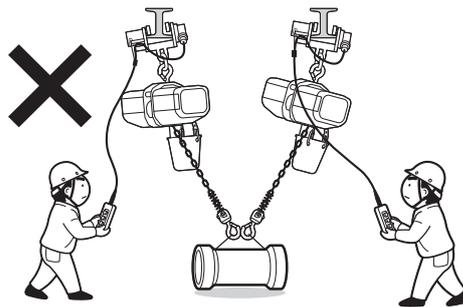

図41
- (1) 据え付けは、専門業者、専門知識のある人以外絶対に行わないでください。
- (2) 斜め引きをしないでください。また、2台の電気チェーンブロックを用いて吊り角度の大きい荷の受け渡しは絶対にしないでください。(図41)